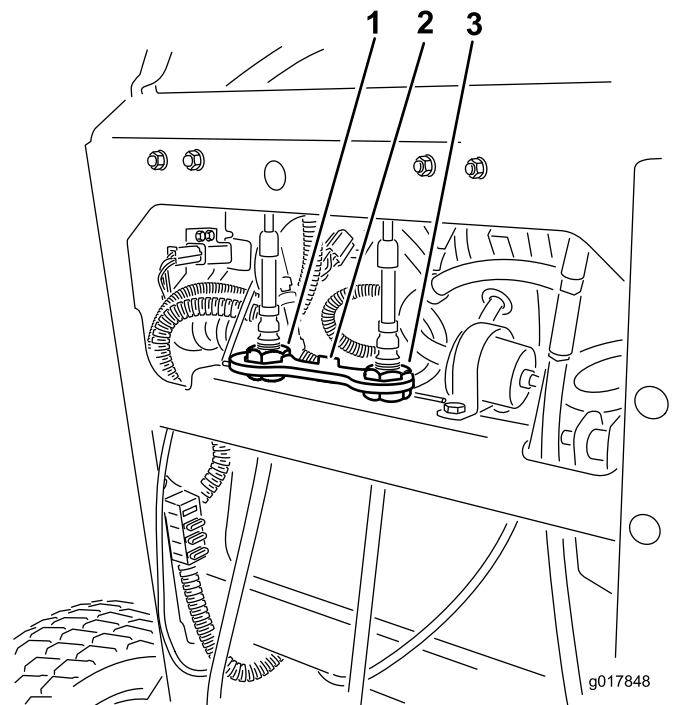

Figura 55
4. Gire la rueda de ajuste del cable derecho hasta que la palanca de control de movimiento de la derecha quede posicionado en el centro de la ranura de bloqueo/punto muerto del panel de control (Figura 55).